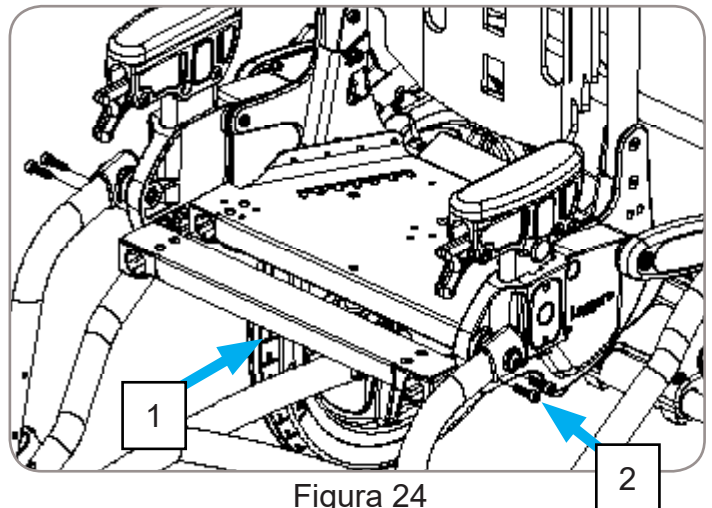

Figura 24
4. Instale la extensión del asiento **1** con 4 pernos de cabeza hueca **2**. Se requiere una llave hexagonal de 5 mm. Referencia Figura 24.